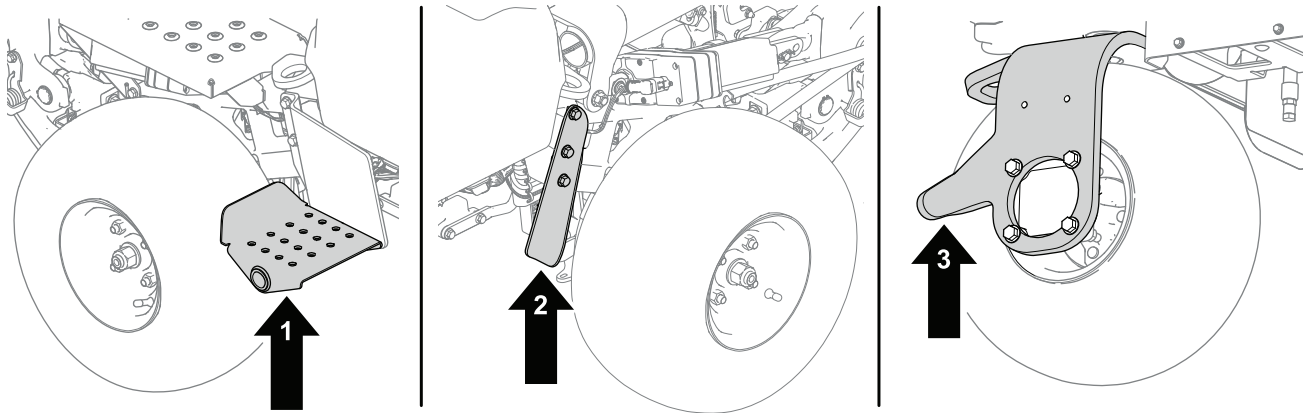

Bild 43
1. Stellen Sie einen Achsständer unter den gewünschten Anhebepunkt (Bild 43):